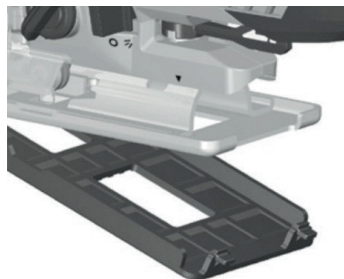

Рис. 3
- Для установки опорного башмака необходимо установить его спереди опорной плиты и защёлкнуть его к опорной плите путём прижатия вверх (рисунок 3).